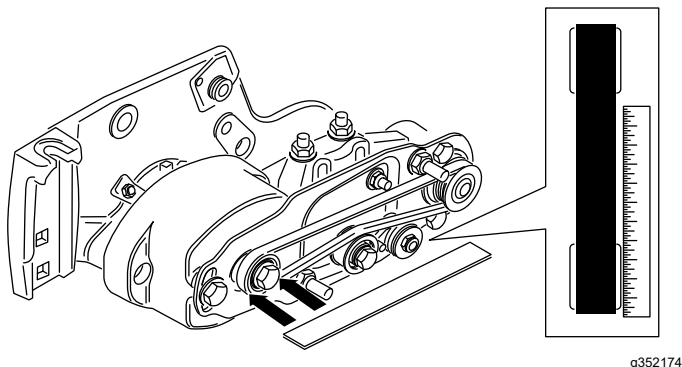

図 33
- **駆動** プーリの外側面に直定規を当てる 図 33。駆動プーリと受動プーリの両方に直定規を当て **ない** こと。